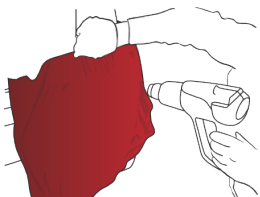

Abbildung 16
- › Danach auf 40 °C bis 50 °C erhitzen (Abb. 16) und die Folie spannen.